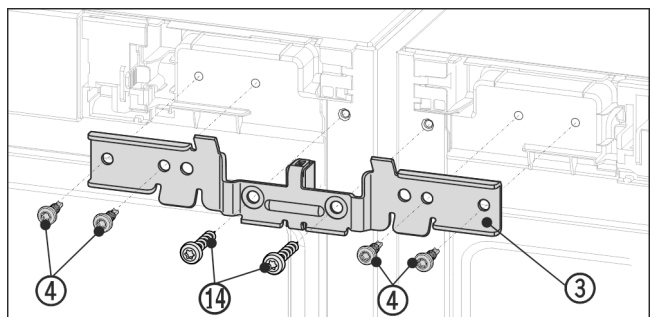

Fig. 13 Eksempelfremstilling
- ▶ Skyv vinkelen Fig. 13 (3) med avstandsstykket inn mellom enhetene og inn på tappene. Skru vinkelen løst på, avvekslende til høyre og til venstre med fire skruer Fig. 13 (4) og de tidligere utskrudde jordingskruene Fig. 13 (14).